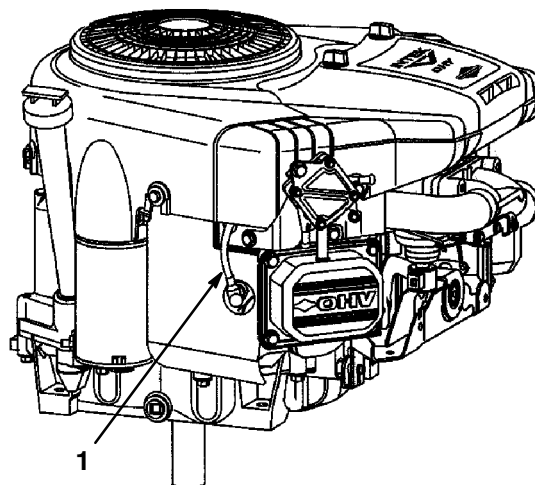

Figure 25
3. Débrancher la ou les bougies (Fig. 25). Nettoyer tout autour des bougies pour ne pas introduire dans le moteur de la saleté qui risque de l'endommager.
- Reconnecter les fils des bougies (Fig. 25).